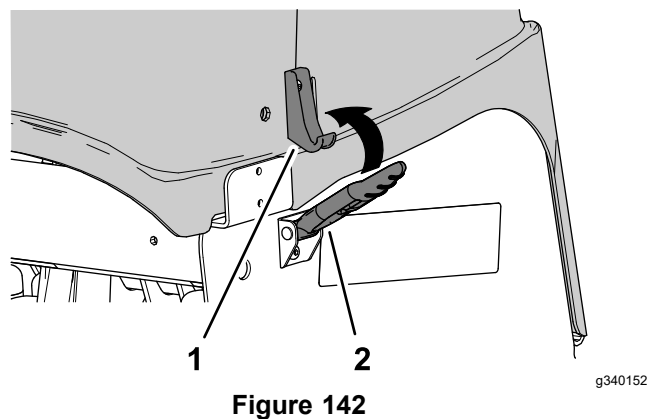

Figure 142
2. Verrouillez le capot de la tête d'aération aux 4 points de verrouillage (Figure 142).